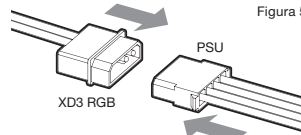

Figura 5
6. Conecte el cable de alimentación principal del XD3 RGB enchufando un conector Molex de 4 clavijas desde la fuente de alimentación (Figura 5).